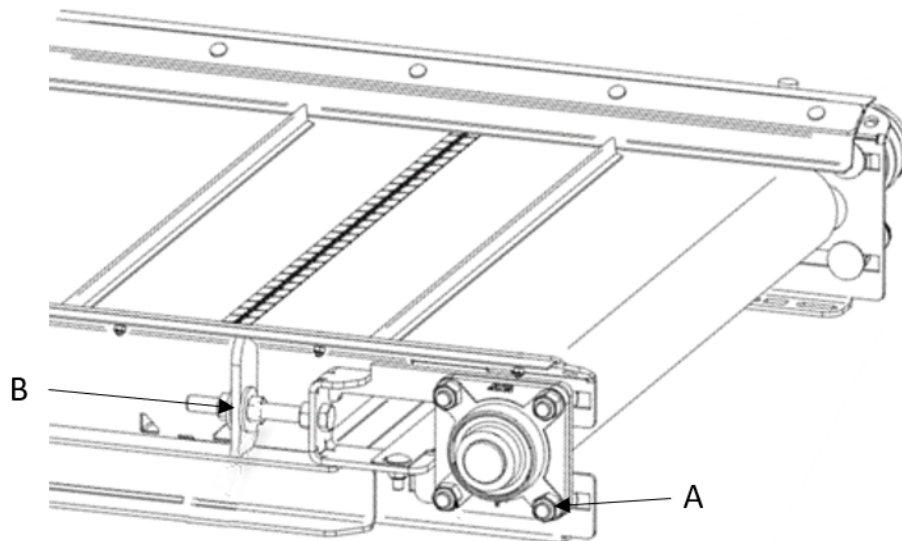

Figure 35 — Réglage de la tension de la courroie du convoyeur horizontal ou incliné
1. Desserrez les écrous du roulement à billes (Figure 35, repère A).
2. Réglez la tension en serrant ou en desserrant les écrous d'ajustement (Figure 35, repère B).
3. Resserrez les écrous du roulement à billes et les écrous d'ajustement (Figure 35, repères A et B).